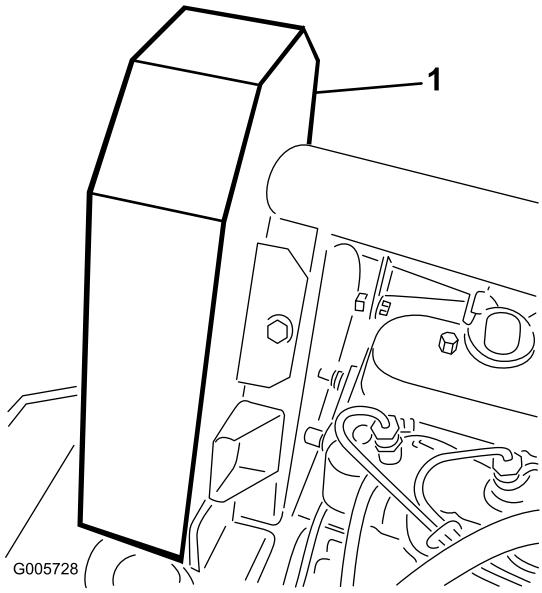

Bild 66
2. Nehmen Sie die (5) Kopfschrauben ab, mit denen der Ventilatortreibriemenschutz befestigt ist, und nehmen Sie den Schutz ab (Bild 66).
5. Montieren Sie den Ventilatortreibriemenschutz und befestigen Sie ihn mit Kopfschrauben (Bild 66). Schließen und verriegeln Sie die Haube.
4. Montieren Sie den Ventilatortreibriemenschutz und befestigen Sie ihn mit Kopfschrauben (Bild 66). Schließen und verriegeln Sie die Haube.